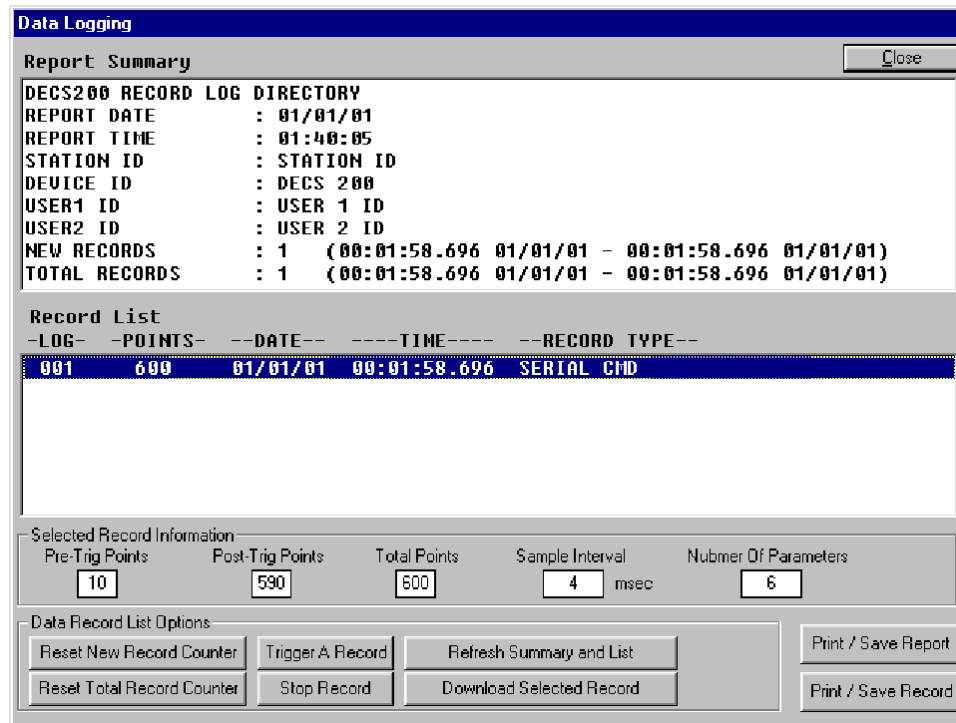

图 5-31 数据记录页面
**查看和下载数据记录。**单击该按钮可以显示如图 5-31 所示的数据记录页面。数据记录页面显示及控制，参见下文的说明。